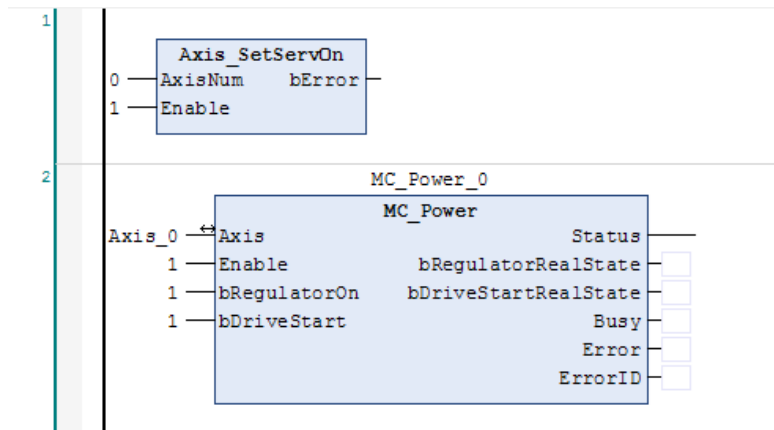

图 9.7 使能模块
3) 按照步骤 2 的方法依次添加上电模块 Power、相对运动模块 ACT\_Move、编码器设置模块 ACT\_EZClear，并填写相应的参数，如图 9.7~9.9 所示。